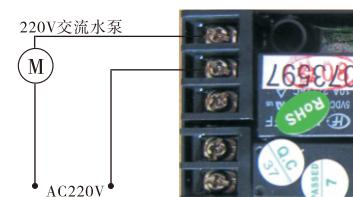
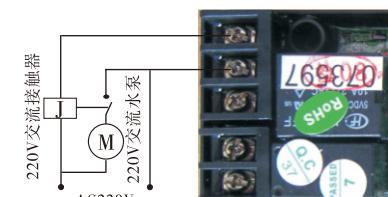

图3-7 进口接增压泵的接线图
图3-8 进口接增压泵的接线图
**应用说明：**当进水压力低于0.2MPa时，达不到反冲洗效果或难以吸盐时，需在进水口接入增压泵。输出控制模式设为b-01。当再生时，启动增压泵，其控制电路连接按图3-7所示。增压泵电流大于5A时，必须接入图3-8中的交流接触器。